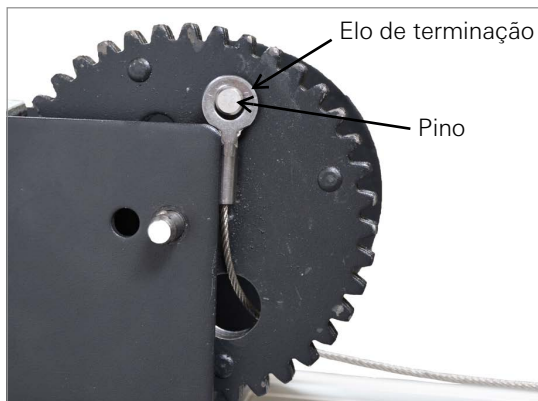

FIGURA 41: Remova o elo de terminação
- Gire a bobina de modo que o pino do elo de terminação fique visível, conforme mostrado na Figura 41, e remova o elo de terminação do pino na parte externa da bobina.